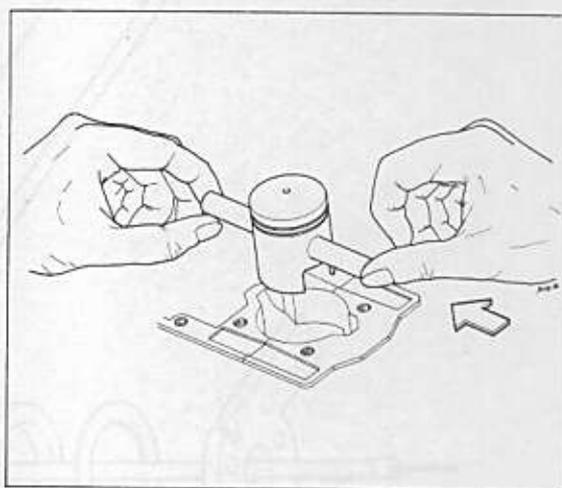

Fig. 19
5. Press out the gudgeon pin (Fig. 19).
5. Togliere lo spinotto (Fig. 19). Nei motori di  $60 \text{ cm}^3$  il pistone è collegato con la biella mediante bronzina. Nei motori di  $80 \text{ cm}^3$  il pistone è collegato con la biella mediante gabbia a rulli.